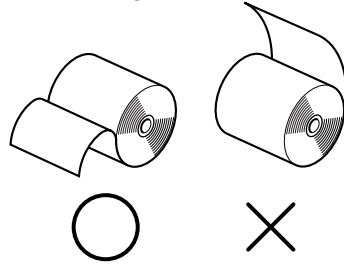

**Fig. 5-5 Chargement du papier**
- ④ En faisant attention au sens du rouleau, mettez le rouleau de papier en place dans le creux, comme indiqué dans la figure 5-5.
- ⑤ Insérer le bord du papier dans le mécanisme d'avance de papier (partie en plastique noir). S'il est inséré correctement, le bord du papier ressortira par la fente de sortie de papier.
- ⑥ Insérez l'extrémité du papier dans la fente de sortie où se trouve la barre de découpage, puis remettez le capot en place en suivant la procédure d'ouverture du capot décrite à l'étape ① ci-dessus dans le sens inverse.